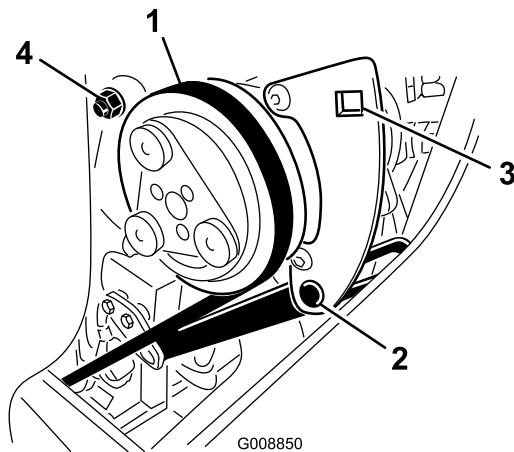

Figura 80
1. Afloje el perno de pivotaje y el perno de ajuste del compresor (Figura 80).
2. Introduzca una llave dinamométrica en el taladro cuadrado del soporte del compresor (Figura 80).